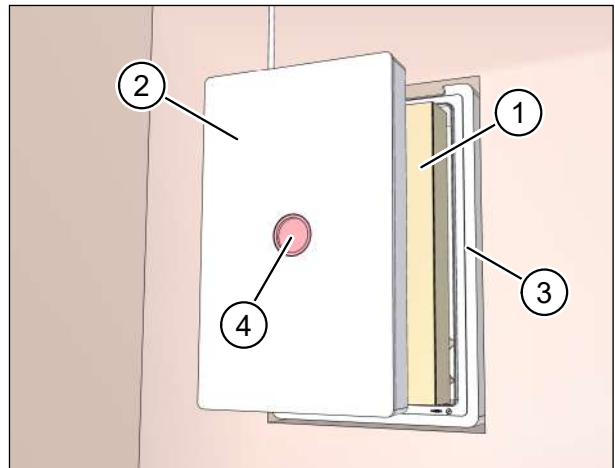

Abb. 20: Kartoneinlage und Putzschutzdeckel einsetzen
- ▶ Setzen Sie die Kartoneinlage (Pos. 1 in Abb. 20) in den Mauerkasten (Pos. 3 in Abb. 20) bis zum Anschlag ein.
- ▶ Setzen Sie den Putzschutzdeckel (Pos. 2 in Abb. 20) in den Mauerkasten (Pos. 3 in Abb. 20) bis zum Anschlag ein.
- ▶ Kontrollieren Sie, dass der rote Signaldeckel (Pos. 4 in Abb. 20) im Putzschutzdeckel sitzt.
- ▶ Kontrollieren Sie, dass der Putzschutzdeckel (Pos. 1 in Abb. 20 auf Seite 26) vor dem Einschäumen eingesetzt ist.